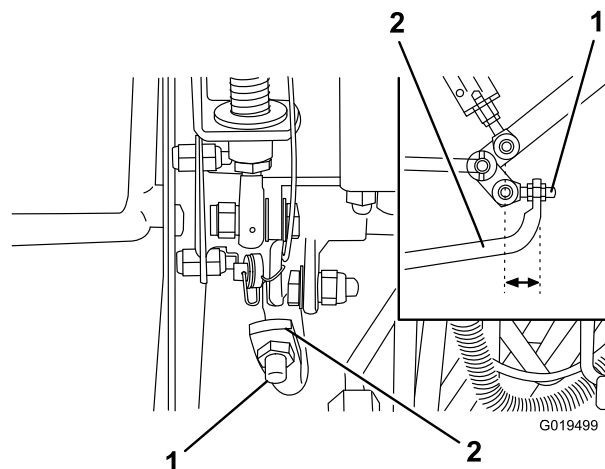

図 72
4. 前への動きを止めたい場合は、ポンプロッドの端部にあるジャムナットを回してポンプコントロールチューブ 図 72 を前へ動かす。後への動きを止めたい場合は、後へ動かす。